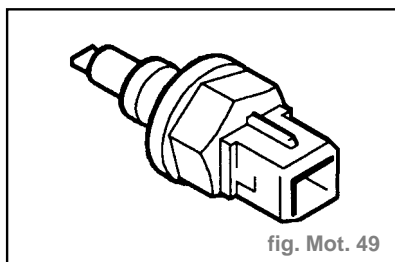

fig. Mot. 49
- Sonde de température d'admission d'air (fig. Mot. 49) :